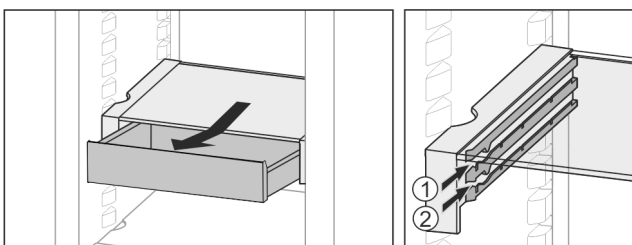

Fig. 25
- ▶ Op een willekeurige hoogte Fig. 25 (1) of Fig. 25 (2) erin schuiven.